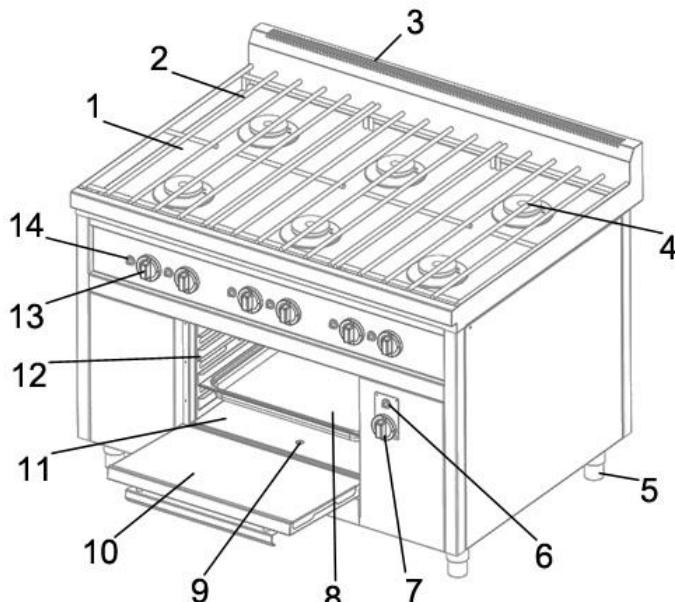
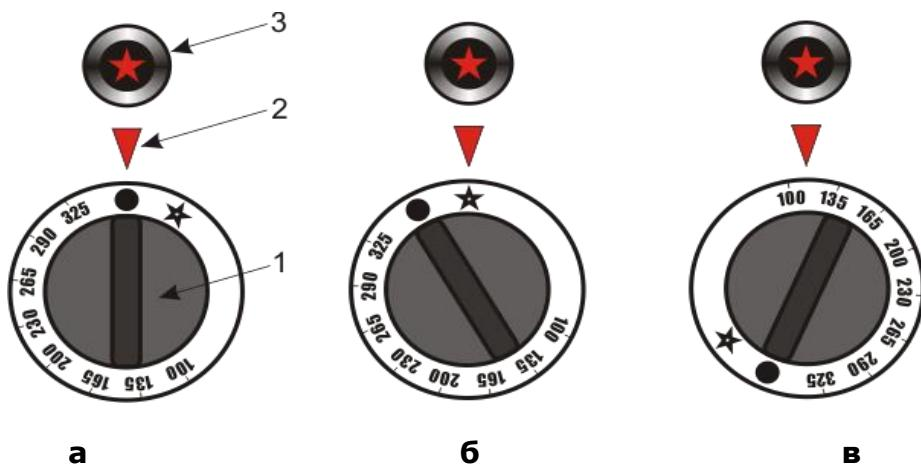

Рис.1. Общее устройство газовой плиты
Рис. 3. Положение ручки и режимы работы духового шкафа
- Следите, чтобы отверстия в решетке 3 (рис.1) были свободны для отводов продуктов сгорания и не перекрывались посудой или иными предметами.
На рис.1 приведено общее устройство газовой плиты.
На герметичной столешнице 1 (рис.1) размещены горелки открытого пламени 4 (рис.1) и решетки для посуды 2 (рис.1). Отвод продуктов сгорания из духового шкафа осуществляется через коллектор 3 (рис.1).
Интенсивность нагрева изменяется ручками кранов горелок 13 (рис.1), расположенными на лицевой панели. Рядом с ручками кранов горелок нанесены
пиктограммы, поясняющие, какой горелкой управляет данная ручка. Розжиг горелок осуществляется с помощью кнопки пьезоподжига 14 (рис.1).
Нагрев духового шкафа регулируется ручкой 7 (рис.1), при этом розжиг запальной горелки шкафа осуществляется с помощью пьезоэлемента 6 (рис.1).
Горелки столешницы и духовки могут работать одновременно. В духовом шкафу контроль пламени обеспечивается смотровым отверстием 9 (рис.1), располагающимся в подовой плите 11 (рис.1). В духовом шкафу находятся направляющие 12 (рис.1) на которых размещаются противни 8 (рис.1). Шкаф имеет дверцу 10 (рис.1), которая выдерживает нагрузку до 60 кг. У моделей без жарочного шкафа вместо него располагается ниша для хранения кухонного инвентаря.
Плита имеет регулируемые по высоте ножки 5 (рис.1), компенсирующие, при установке, неровности любого пола.
- Нажав на ручку крана до упора и, удерживая её в нажатом состоянии, поверните её против хода часовой стрелки в положение «**малое пламя**» (см. рис.2в). Через 3 - 5 секунд (при **первом пуске плиты**, а также после каждой **замены баллона СУГ** – через **60 секунд**) поднесите источник огня к горелке или нажмите на соответствующую кнопку пьезорозжига 14 (рис.1). Если горелка не зажглась, **отпустите ручку крана**, и, при повторном нажатии на нее, вновь поднесите источник огня к горелке. После появления пламени горелки, удерживайте ручку крана в нажатом состоянии в течение 10-15 секунд, до срабатывания предохранительного клапана, кнопку пьезорозжига при этом можно отпустить.
- В исходном состоянии ручка крана находится в положении, соответствующем закрытому состоянию крана (рис.3а), при котором символ на ручке крана совпадает с риской 2.
- Нажав на ручку крана до упора и, удерживая её в нажатом состоянии, поверните её против хода часовой стрелки в положение «розжиг запальной горелки» (рис.3б), при котором символ на ручке совпадает с риской. Нажмите на ручку крана,
утопив её еще глубже и через 3 - 5 секунд (при первом пуске плиты и после каждой замены баллона СУГ – **через 60 секунд**) поднесите источник огня к запальной горелке через смотровое окно 9(рис.1) или нажмите на кнопку пьезорозжига 3 (рис.3). Если запальная горелка не зажглась, отпустите ручку крана и, повторно нажав на нее, вновь попробуйте зажечь запальную горелку. После появления пламени в запальной горелке, удерживайте ручку крана в нажатом состоянии в течение 5-10 секунд, до срабатывания предохранительного клапана, кнопку пьезорозжига при этом можно отпустить. Затем отпустите ручку управления и убедитесь, что запальная горелка горит. Если запальная горелка погасла, следует повторить процедуру розжига.
- При повороте ручки крана против хода часовой стрелки – кран открывается и осуществляется розжиг основной горелки (рис.3в).
- При повороте ручки по ходу часовой стрелки в положение «розжиг запальной горелки» (символ  на ручке совпадает с риской 2 (рис.3б)) – главная горелка гаснет, а запальная горелка остается зажженной (дежурный режим).
- Для выключения запальной горелки необходимо повернуть ручку крана, слегка нажимая на неё, по ходу часовой стрелки до упора (символ  на ручке крана совпадает с риской 2 (рис.3а)).
Перед началом регулировки горелок духового шкафа необходимо вынуть подовую плиту 11 (рис.1).
- Верните подовую плиту 11 (рис.1) на место.
- Зажгите основную горелку духового шкафа (см. п. 5.3) и установите температурный режим **100 °C** (рис. 3).